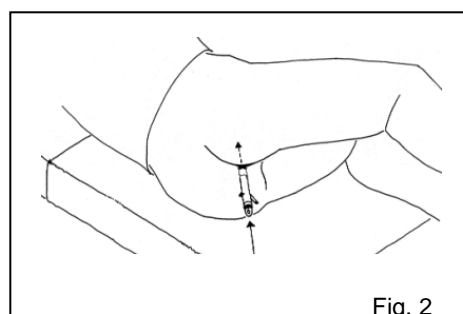

Fig. 2
- Introduzca el especulo; tenga en cuenta que el manguito del agua debe mirar a los genitales del paciente (Fig. 2)